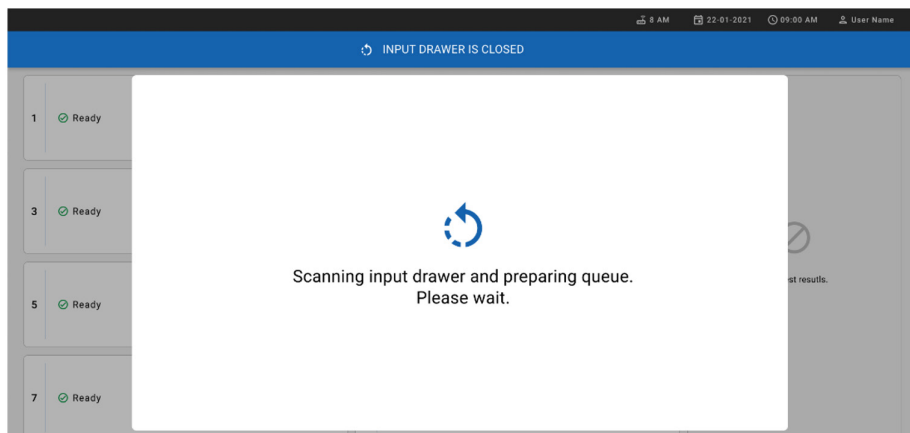

Figura 27. Tela Preparing queue (Preparando fila).
13. Feche a gaveta de entrada quando tiver efetuado a leitura e inserido todos os cartuchos. O sistema verificará os cartuchos e preparará uma fila (Figura 27).